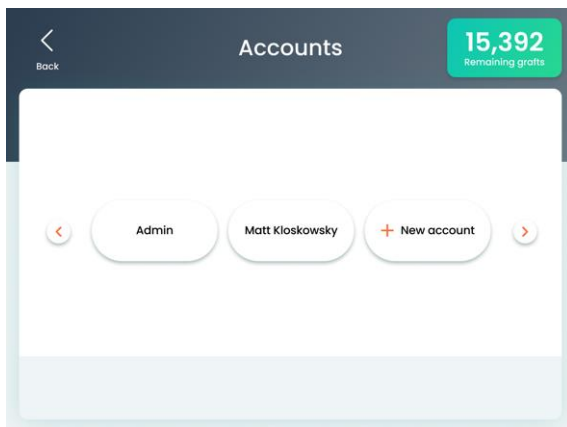

Figura 6-1. Pantalla de cuentas
3. En la pantalla de configuración, pulse el icono **Accounts** (Cuentas), como se muestra en la Tabla 6-1; aparecerá la pantalla Accounts (Cuentas), como se muestra en la Figura 6-1.
10. Verifique que el usuario recién añadido aparece en la pantalla de cuentas, como se muestra en la Figura 6-1.
6. Verifique que el usuario al que le ha cambiado el nombre aparece correctamente en la pantalla de cuentas, como se muestra en la Figura 6-1.
5. Verifique que el usuario eliminado no aparece en la pantalla de cuentas, como se muestra en la Figura 6-1.